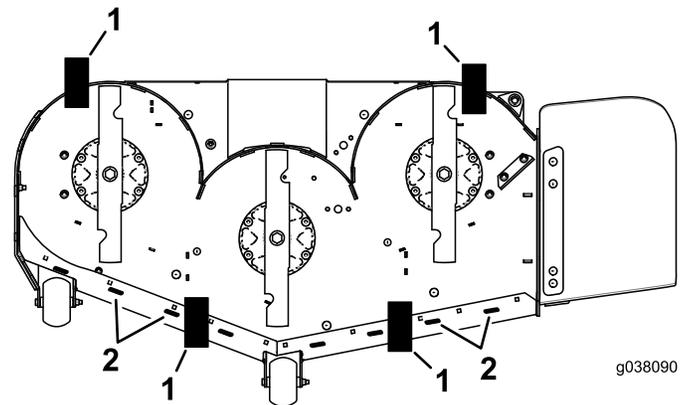

Figure 85
9. Placez 2 cales (voir le tableau ci-dessous) sous le bord arrière de la jupe du plateau de coupe de chaque côté du plateau de coupe (Figure 85).